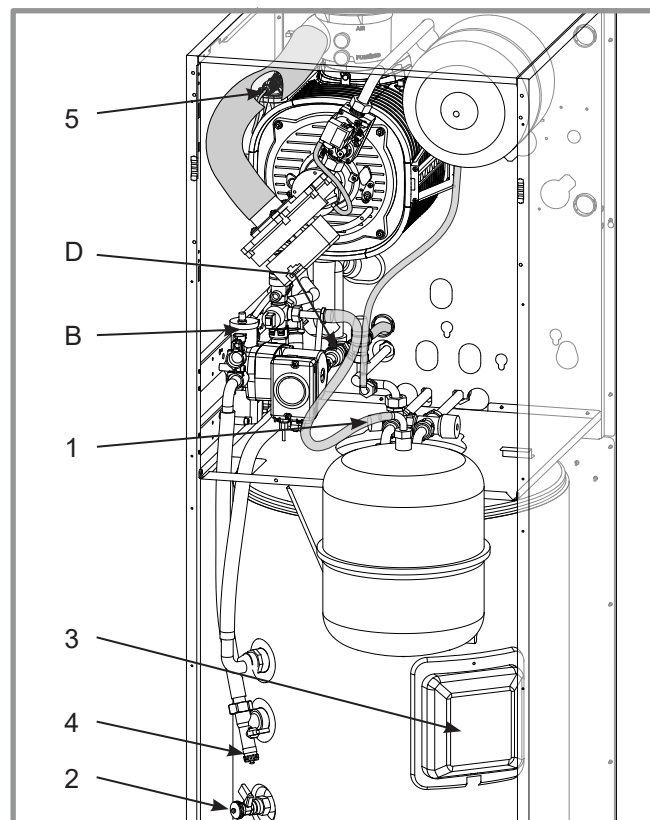

figure 49 - Vannes et purgeur
- Ouvrir le robinet de vidange de la chaudière (*figure 49, page 45*, rep. 4).
- Ouvrir le purgeur de la chaudière (*figure 49*, rep. 5).